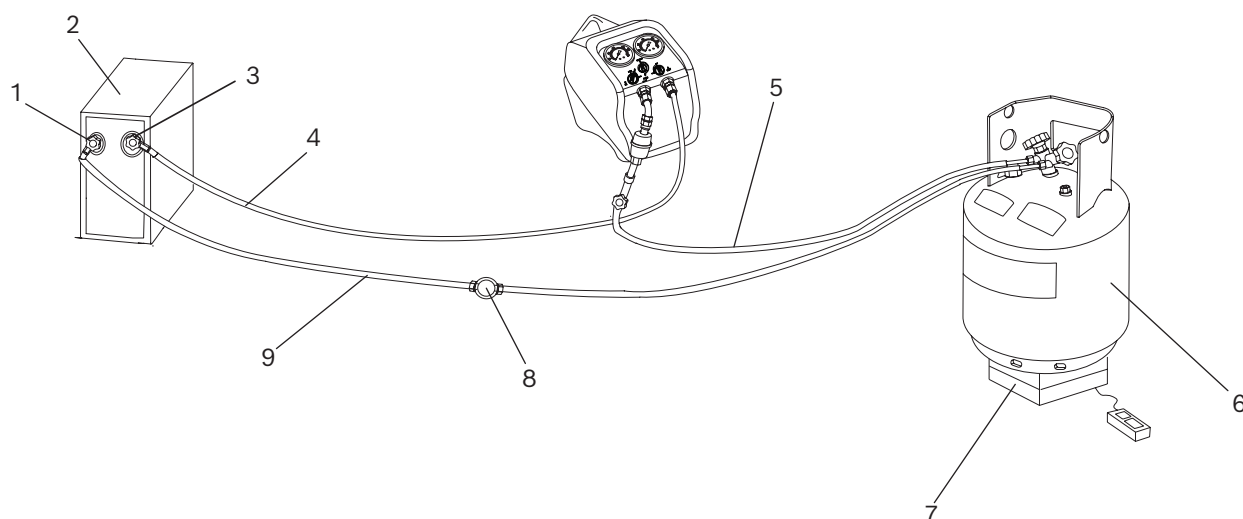

Fig. 4: Recupero push/pull
4. Collegare la RG4.0 all'impianto sottoposto a manutenzione secondo la Fig. 4. Seguire questi passaggi: Utilizzare solo tubi del refrigerante specifici che soddisfino le normative locali. Poiché i tubi devono essere commutati per rimuovere il refrigerante dall'impianto, è necessario utilizzare tubi con valvole di intercettazione manuali su entrambe le estremità e queste istruzioni sono scritte per tali tubi.
- Collegare un tubo alla porta del liquido di un serbatoio di recupero a due valvole approvato e l'altra estremità alla porta di servizio del lato alto (liquido) dell'impianto di climatizzazione o refrigerazione. È utile avere un vetro spia (Fig. 4, Pos. 8) in questo tubo per monitorare il flusso di refrigerante liquido.
- ⇒ Il refrigerante dovrebbe iniziare a fluire nel serbatoio. Lo si può verificare attraverso il vetro spia. Vedi Fig. 4, Pos. 8.